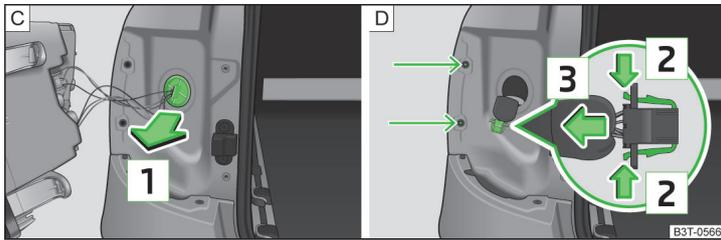
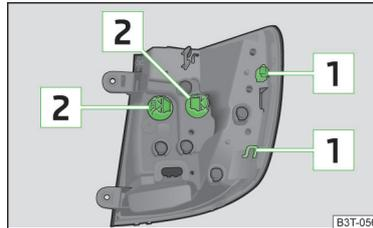

Abb. 207 Dichtung ausbauen / Leuchtenstecker
Abb. 208
- › Die Gummidichtung in Pfeilrichtung [1] ausbauen » Abb. 207 - [C].
- › Den Leitungsstrang mit dem Stecker abziehen » Abb. 207 - [D].
- › Die beiden Verriegelungen am Stecker in Pfeilrichtung [2] zusammendrücken » Abb. 207 - [D].
- › Die Gummidichtung in die Karosserie entgegen der Pfeilrichtung [1] einbauen » Abb. 207 - [C].
- › Die Rückleuchte mit den Öffnungen [1] » Abb. 208 auf Seite 232 in die Bolzen an der Karosserie stecken » Abb. 207 - [D].
- › Die Lampenfassung [2] » Abb. 208 entgegen dem Uhrzeigersinn drehen und aus dem Leuchtengehäuse herausnehmen.